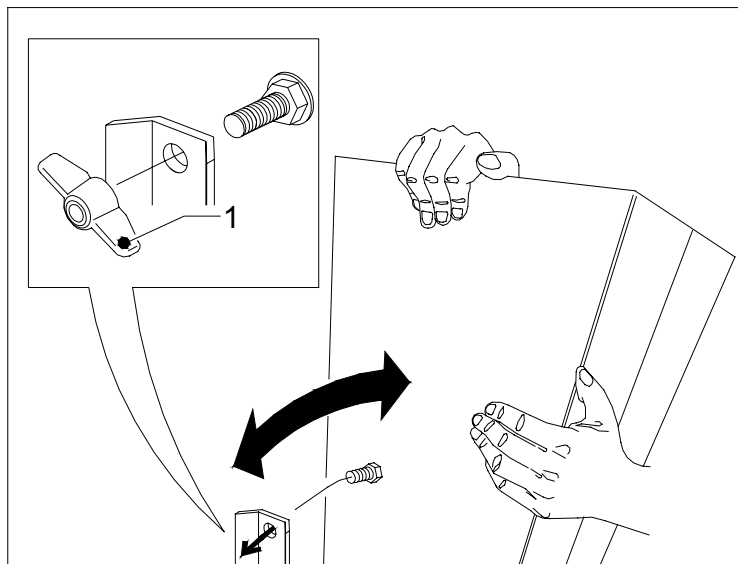

Fig. 11
- plier la trémie de la hacheuse (fig. 11) en l'immobilisant à l'aide de l'écrou papillon 1 .